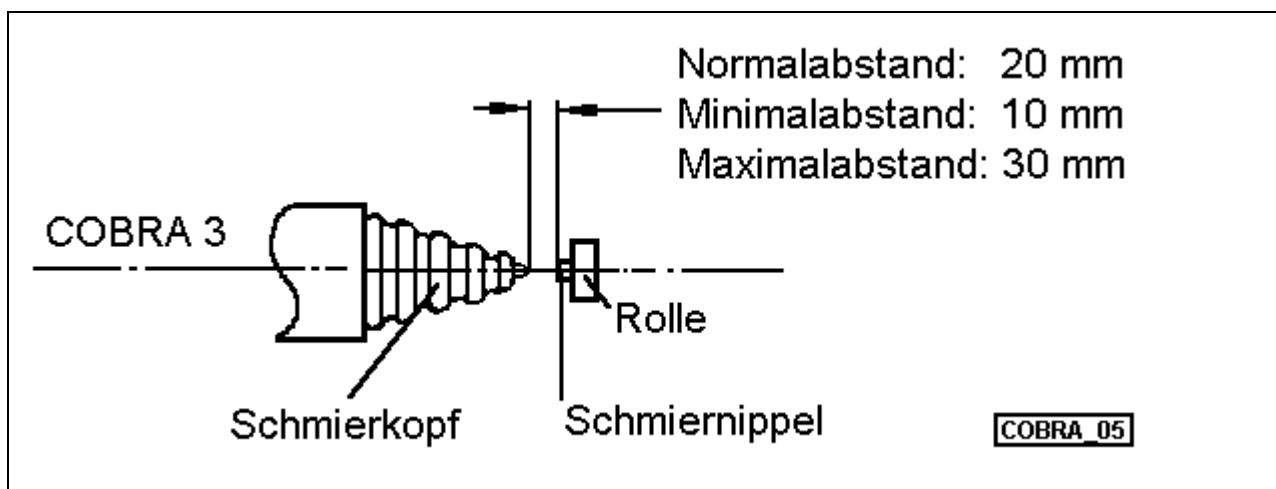
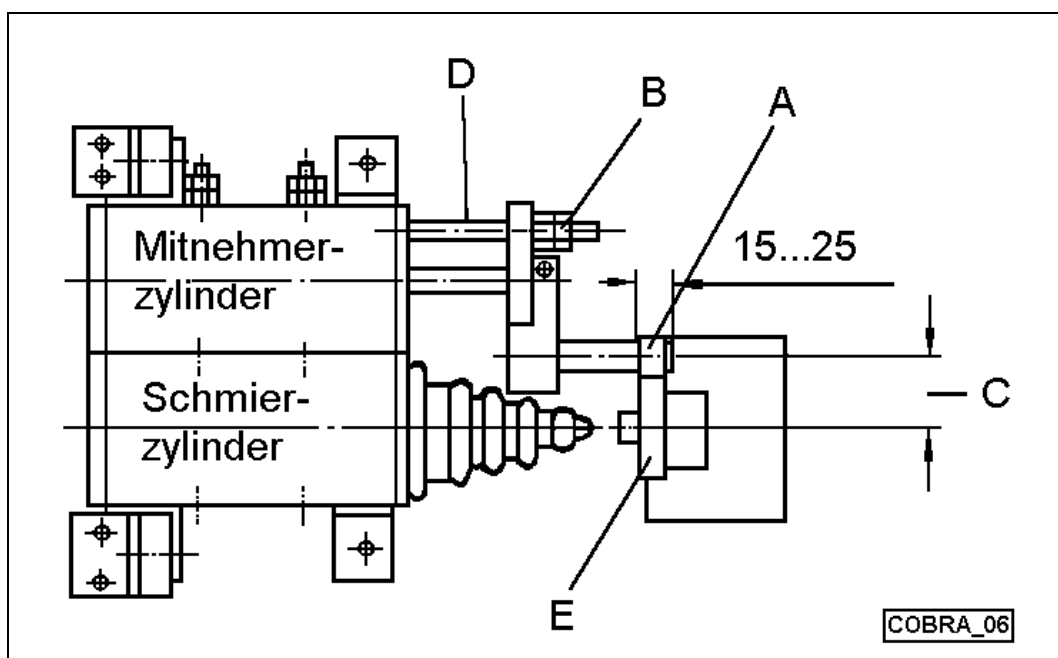

Bild 5: Horizontale Montageposition
Bild 6: Einstellung des Mitnehmers
- Horizontale Montageposition nach Bild 5 festlegen,
5.1.1 Einstellung des Mitnehmers (siehe Bild 6)
Einstellung des Mitnehmers bei korrekter horizontaler Positionierung der COBRA 3-2 vornehmen (siehe Bild 5: Normalabstand 20 mm bei eingefahrenen Schmierkopf- und Mitnehmerzylindern)
Abstand zwischen Vorderkante des Mitnahmeelements (siehe Bild 6, Pos. A) und Planseite der Tastscheibe (E): 25 bis 30 mm
Eingriff des Mitnahmeelements (A): 15 bis 25 mm (siehe Bild 6) Einstellung des Eingriffs durch Verstellung der Kontermutter (B) auf dem Gewindebolzen (D). Dadurch wird der Hub des Mitnehmers begrenzt (maximaler Hub des Mitnehmers: 60 mm)
5.1.2 Einstellung des Abstandes Mitnehmer - Schmierkopf (siehe Bild 6, Pos. C)
Einstellung im Zustand nach Bild 6 vornehmen:
Gegebenenfalls: Abstand Nippel - Schmierkopf nach Bild 5 prüfen
<ul style="list-style-type: none"> ● Abstand zwischen COBRA und Rollen- bzw. Kettenband nicht korrekt ● Mitnehmerhub falsch eingestellt 	<ul style="list-style-type: none"> ● Horizontale Montageposition der COBRA nach Punkt 4.1, Bild 5 überprüfen und gegebenenfalls korrigieren ● Einstellung des Mitnehmers nach Punkt 5.1.1, Bild 6 überprüfen und gegebenenfalls korrigieren
<ul style="list-style-type: none"> ● Abstand zwischen COBRA und Rollen- bzw. Kettenband nicht korrekt 	<ul style="list-style-type: none"> ● Horizontale Montageposition der COBRA nach Punkt 4.1, Bild 5 überprüfen und gegebenenfalls korrigieren
<ul style="list-style-type: none"> ● Abstand Mitnehmer - Schmierkopf nicht korrekt (s. Bild 1, Pos. C und D) 	<ul style="list-style-type: none"> ● Abstand Mitnehmer - Schmierkopf nach Punkt 5.1.2, Bild 6 und 7 prüfen und gegebenenfalls korrigieren